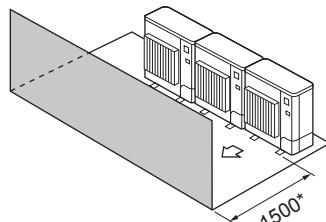

Fig. 2-15
③ Εμπόδια στην πίσω πλευρά μόνο (Fig. 2-15)